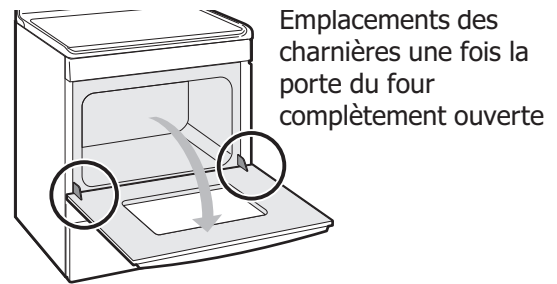

Figure 43 : Emplacement des charnières de la porte
1. Ouvrez complètement la porte du four de façon à ce qu'elle soit parallèle au sol (Figure 43).
3. Ouvrez complètement la porte du four, parallèlement au sol (Figure 43).